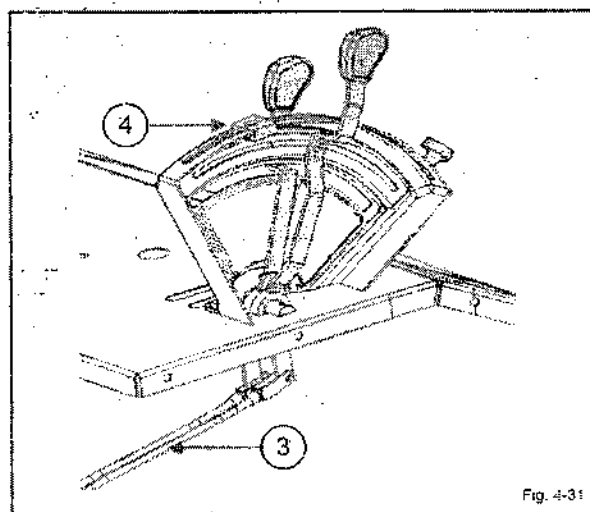

Fig. 4-31
- Ajuste o travamento das alavancas de posição e profundidade através da conexão 3 (Fig 4.31)